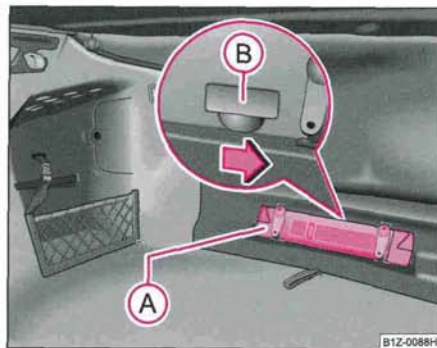

Fig. 31 Déverrouillage de secours de la malle AR
- Sortez le triangle de signalisation* (A) ⇒ fig. 31.
- Poussez la manette dans le sens de la flèche afin de déverrouiller la malle AR. Cette manette se trouve sous le cache (B).